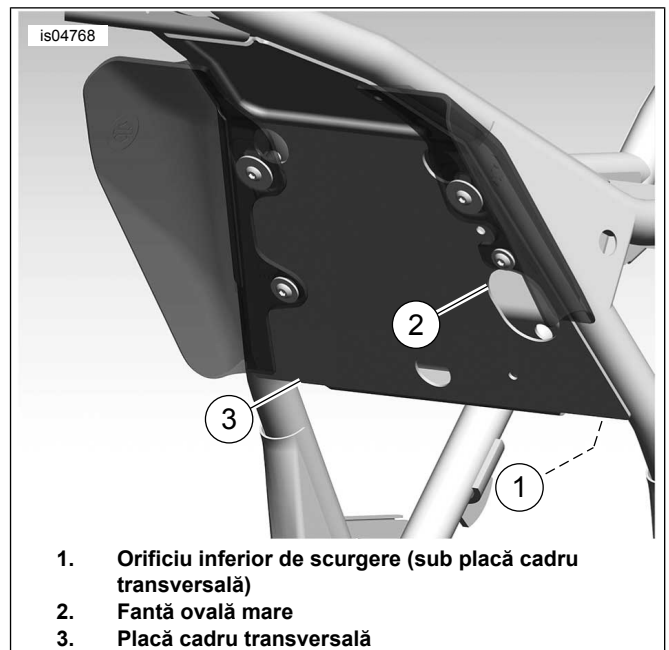

Figura 8. Dirijare cablu spătar prin cadru (modele 2008 afișate)
14. Consultați Figura 8 . Direcționați cablul de spătar prin orificiul mare din suportul pentru mânerul de reglare, apoi prin fanta ovală mare (2) din placa transversală a cadrului (3) și în jos prin orificiul de scurgere inferior (1) situat în colțul inferior al plăcii transversale a cadrului, unde placă transversală întâlnește cadrul din spate.